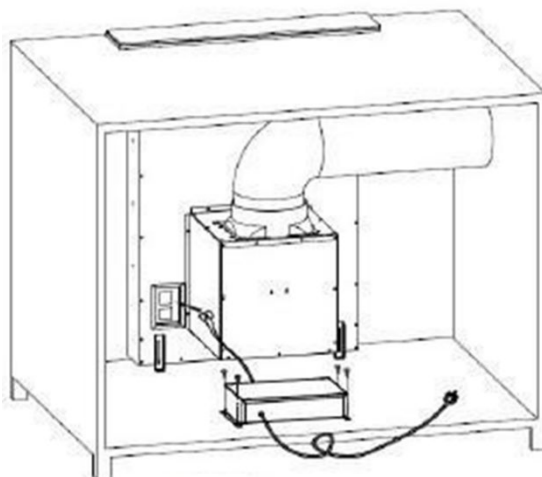

Imagen. 5
4. Fije la tubería en la salida y use 4 tornillos ST4\*14 para fijar la caja de la PCB, conecte la alimentación y finalice la instalación (Véase imagen 5).